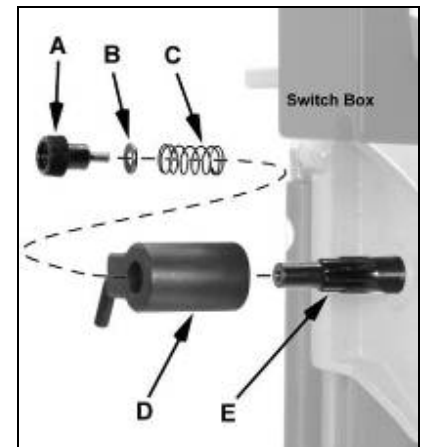

Fig 5
Zum Seitenwechsel Klemmschraube (A, Fig 5), Scheibe (B) und Feder (C) entfernen.